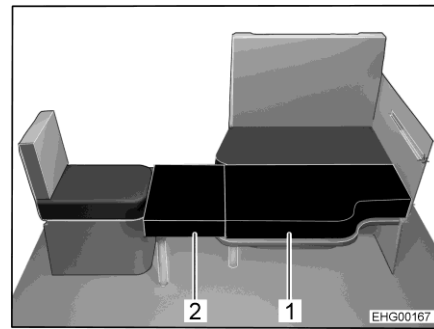

Fig. 113 Después de la transformación
Junto con el asiento individual lateral y el tablero de la mesa bajado de la mesa colgante, el banco longitudinal se podrá convertir en una cama adicional. Se requieren dos cojines adicionales para crear la superficie de descanso. Uno de los cojines adicionales (Fig. 113,2) está equipado con un reposapiés desplegable y un soporte de fijación. El otro cojín adicional (Fig. 113,1) se coloca en el tablero de la mesa.
- Desplegar el reposapiés del cojín adicional más pequeño (Fig. 113,2).
- Enganchar el soporte de fijación del cojín adicional (Fig. 113,2) en el asiento individual y clocar el cojín adicional en el tablero de la mesa.
- Colocar el segundo cojín adicional (Fig. 113,1) sobre la tablero de la mesa.